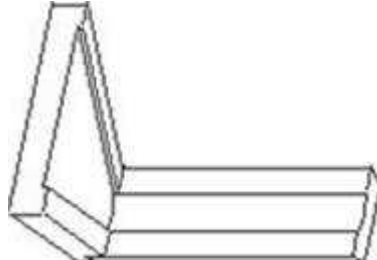

Fig. 9
- **Tipo M188/L:** è previsto per l'impiego verso l'esterno, ed è composto da un elemento verticale (oltre, eventualmente, ad altri in funzione dell'altezza), e di un elemento speciale di forma trapezoidale, scanalato e conformato in modo da accogliere perfettamente e perpendicolarmente l'elemento verticale (fig. 9). La particolarità di questi tipi (che sono stati protetti dal DBGM G 94 03 605.5) è che sono dotati di gola concava, ed in ciò è l'innovazione che ne caratterizza la funzione. In effetti, al contrario di questi, prodotti con stampo, in precedenza ne venivano fabbricati per estrusione, e, quindi senza gola. Ciò comportava la mancanza di sovrametallo, ed era causa, talvolta, di non accettazione da parte dei Registri. I diversi supporti sono montati su lamina di alluminio ed il complesso, in sede di lavoro, è destinato all'applicazione per mezzo di magneti a ponte o con cavallotti e cunei in legno.